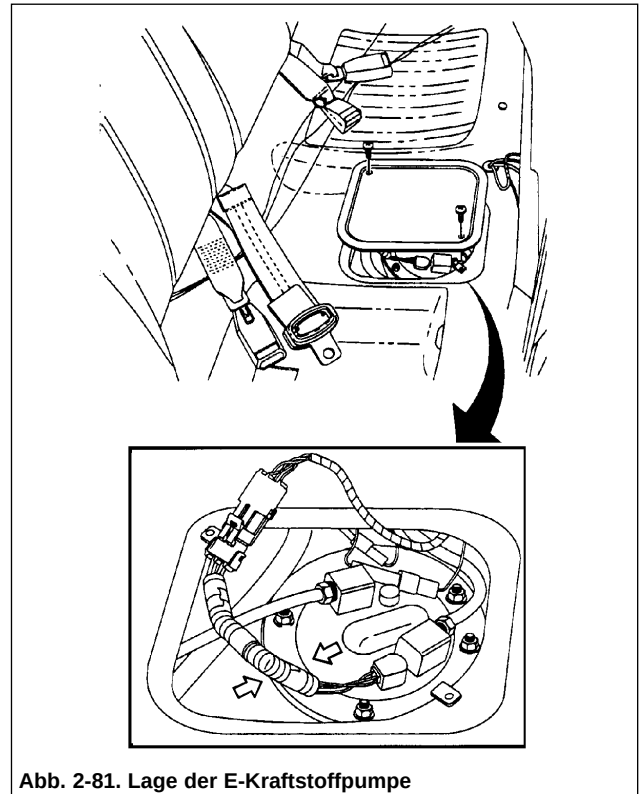

Abb. 2-81. Lage der E-Kraftstoffpumpe
2. Elektrische Leitungen von der E-Kraftstoffpumpe trennen (siehe Abb. 2-81), dazu das Hecksitzpolster nach vorne klappen und den E-Kraftstoffpumpendeckel abmontieren.